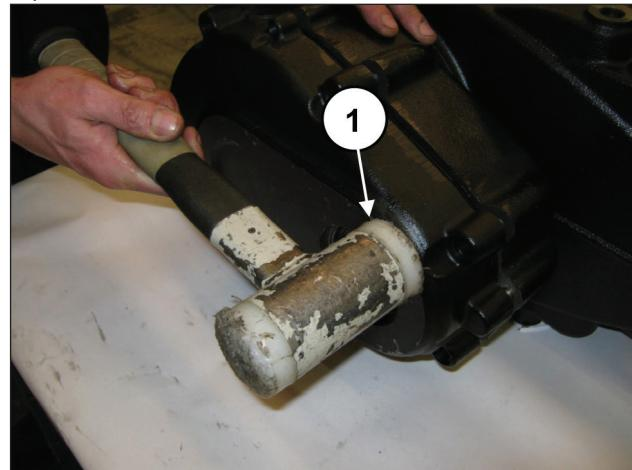
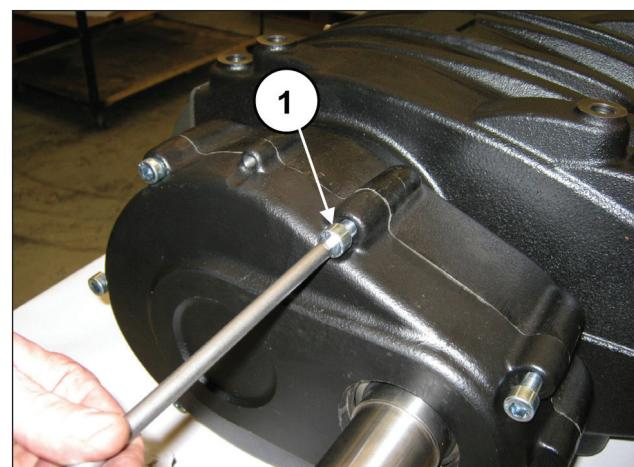

Fig. 89
Fig. 90
Montare il coperchio riduttore mediante massa battente (pos. ①, Fig. 89) e fissarlo mediante 7 viti M10x40 (pos. ①, Fig. 90).